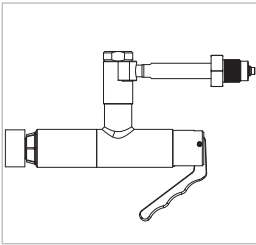

Figure 2
- ▶ Relâcher le levier à main (pos. 2). Le connecteur s'ajuste automatiquement à la pièce d'essai afin d'établir une connexion étanche. (Figure 2).